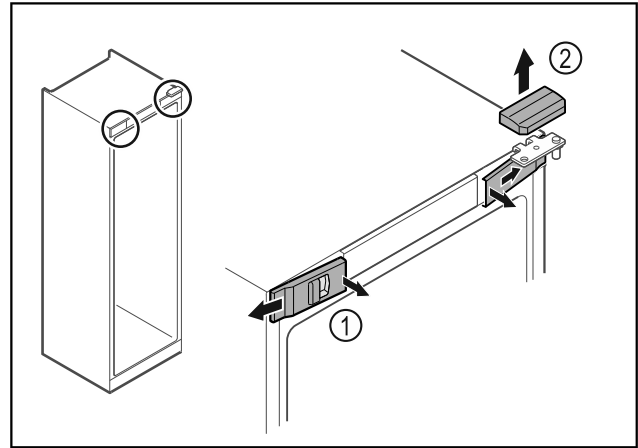

Fig. 5
- Wyciągnąć przednie osłonki Fig. 5 (1) i odchylić w bok.
- Górną osłonkę Fig. 5 (2) zdjąć w górę.